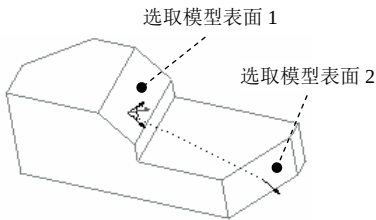

图 8.1.14 测量面与面间的角度
- (1) 选取图 8.1.14 所示的模型表面 1。
- (2) 按住 Ctrl 键，选取图 8.1.14 所示的模型表面 2。